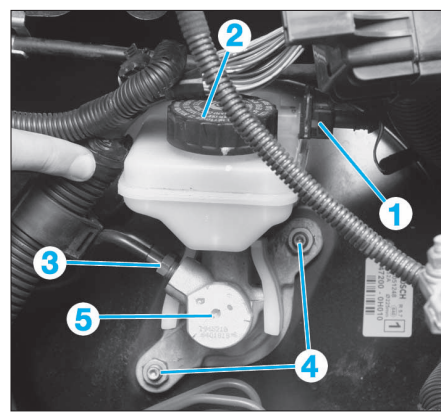

FIG. 11
- Débrancher le connecteur (1) du contacteur de niveau (fig. 11).
- Déposer le bouchon du réservoir de compensation (2).
- Repérer la position des canalisations de frein (3).
- Dévisser les écrou de fixation (4) du maître-cylindre (5) sur le servofrein.